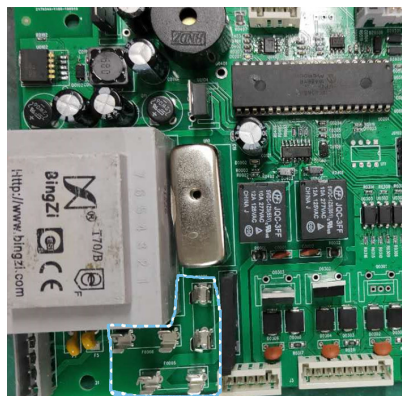

Рис.18 Запобіжник плати керування
*б). Коли перегорів запобіжник плати керування або вхідного живлення.* Будь ласка, замініть його згідно з наведеними нижче рис. 18 та 19.